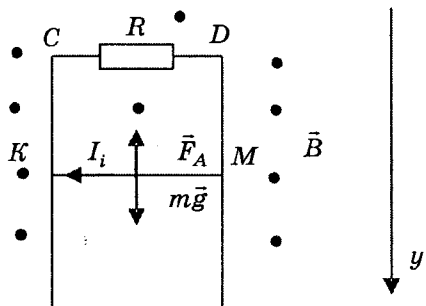

Рисунок 7
**Задача 3.** Горизонтальная проводящая перемычка МК массой  $m$  и длиной  $l$  может скользить, не отрываясь, без трения по двум вертикальным проводящим рейкам, замкнутым резистором сопротивлением  $R$ . Система находится в горизонтальном однородном магнитном поле индукцией  $\vec{B}$  (рис. 7). Пренебрегая сопротивлением перемычки и реек, определите установившуюся скорость  $v$  перемычки.